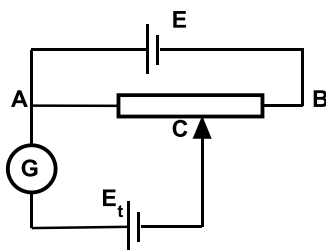

fig.2
b) Acest termocuplu, având legat în serie cu el un galvanometru G, este conectat între punctul A și cursorul C al unui potențiomtru (fig.2). La contactele A și B ale potențiomtrului care are rezistența totală $R_{AB} = 10^4 \Omega$ se leagă un acumulator cu tensiunea electromotoare $E = 2\text{ V}$. Sudura rece a termocuplului se află într-un vas Dewar cu zăpadă care se topește, iar constanta termocuplului este $\alpha = 4,785 \cdot 10^{-5} \text{ V/K}$. Consideră poziția cursorului potențiomtrului astfel încât curentul prin galvanometru să fie nul, iar, $R_{AC} = 132,5 \Omega$. La ce temperatură se află sudura caldă a termocuplului? Rezistența interioară a acumulatorului, a galvanometrului și a conductoarelor de legătură se neglijează.